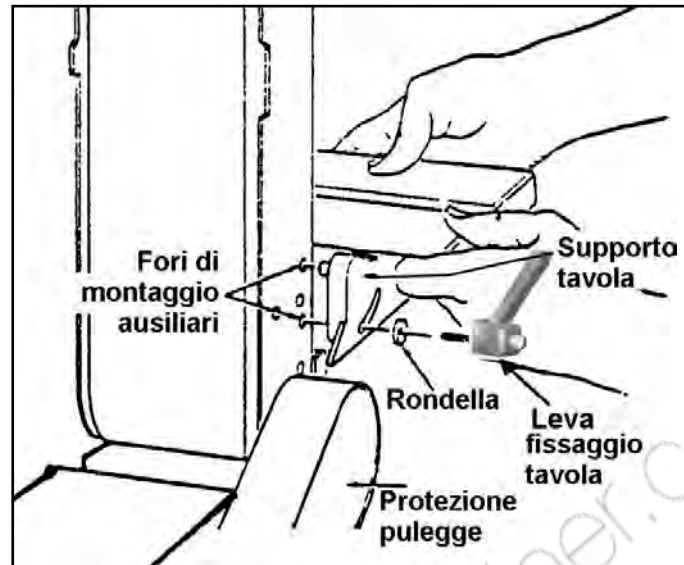

Figura 24 – Montaggio della tavola di lavoro.
- Montare la tavola di lavoro sul nastro in verticale, inserendo il perno (D) e la leva (E) nei fori ausiliari presenti sul fianco del telaio porta-nastro, come mostrato in figura 24.